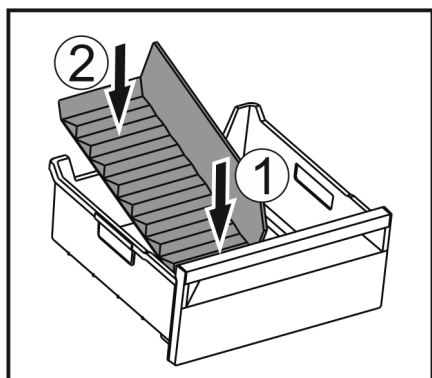

Fig. 115
- ▶ Vložte přední část přepážky přihrádky na led. Fig. 115 (1)
- ▶ Zadní část přepážky přihrádky na led spusťte až na dno zásuvky. Fig. 115 (2)